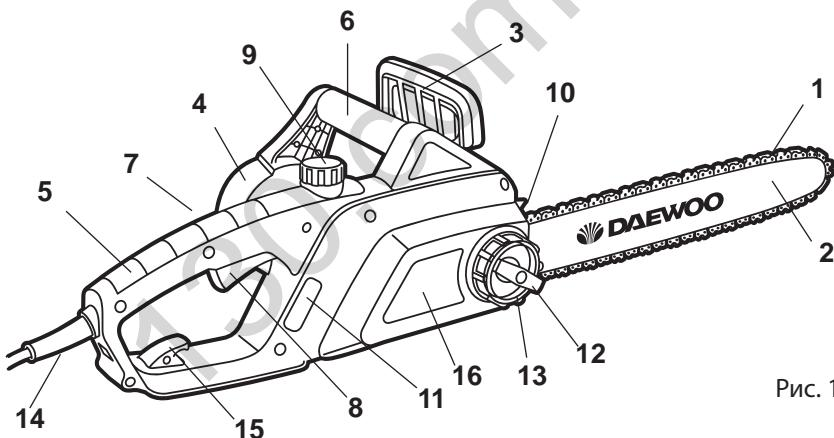

Рис. 1
1. Установите тормоз цепи 3 (Рис. 1) в нерабочее положение, потянув на себя в направление к передней ручке.
2. Открутите ручку фиксации защитной крышки 12 (Рис. 1) и кольцо регулировки натяжения 13 (Рис. 1)
3. Снимите защитную крышку 16 (Рис. 1)
4. Наденьте на шину F (Рис. 2) пильную цепь 1 (Рис. 1), проверив правильность расположения зубьев цепи.
1. Для заполнения масляного бака откройте крышку 9 (Рис.1), при этом следите, чтобы в бак не попала грязь. Заполните бак маслом. Удалите остаток масла с горловины и из внутренней полости крышки. В крышке имеется воздушный клапан при засорении которого насос не работает. Следите, чтобы при эксплуатации пилы этот клапан оставался чистым.
2. Закройте плотно крышку. Во время работы периодически обращайте внимание на уровень масла через окно контроля уровня масла 11 (Рис.1).